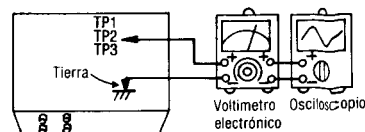

Fig. 7
1. La conexión del equipo de prueba se muestra en la Fig. 7.